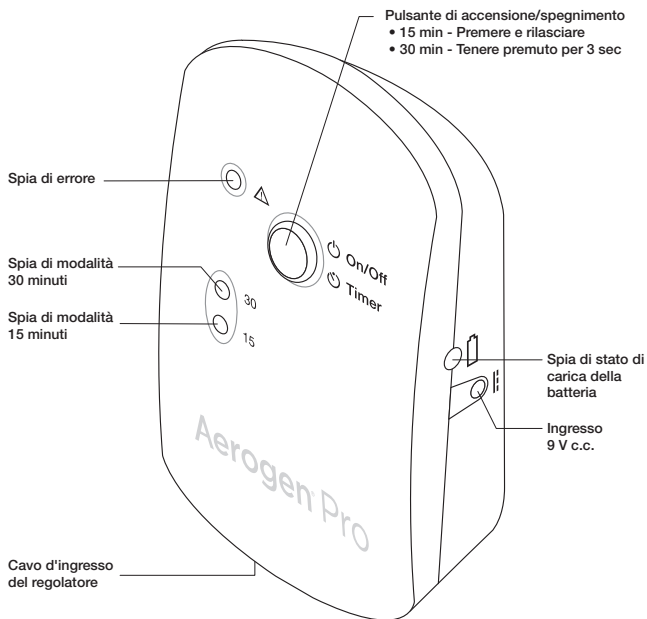

Figura 2. Comandi e spie di Aerogen Pro
1. Per iniziare un ciclo di nebulizzazione di 15 minuti, rabboccare il farmaco, quindi premere e rilasciare il pulsante di accensione/spegnimento di colore blu (figura 2). La spia verde 15 minuti si accende per indicare che il ciclo di nebulizzazione di 15 minuti è in corso.